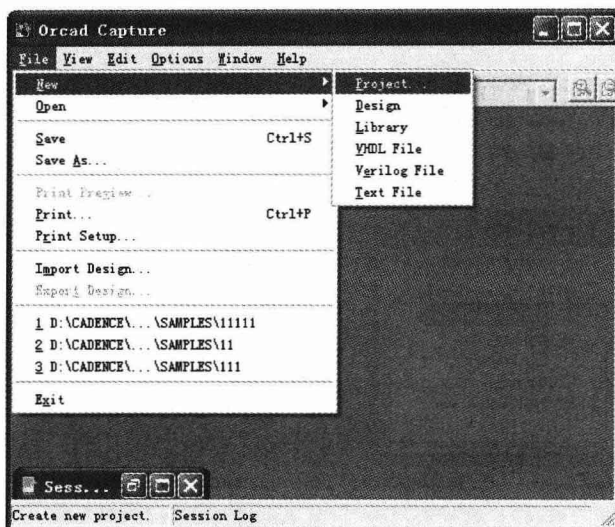
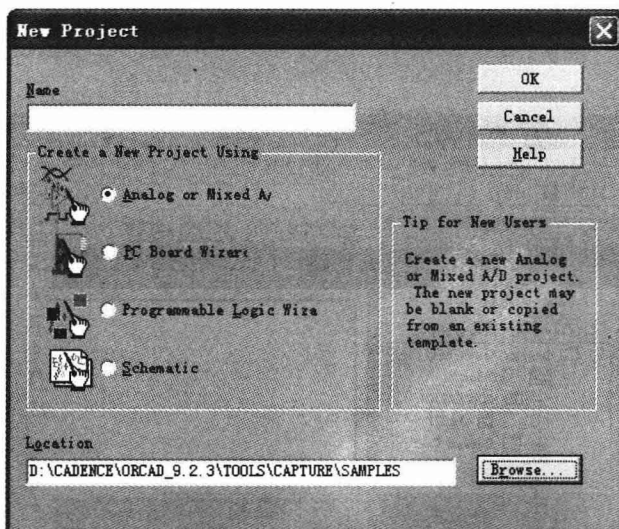
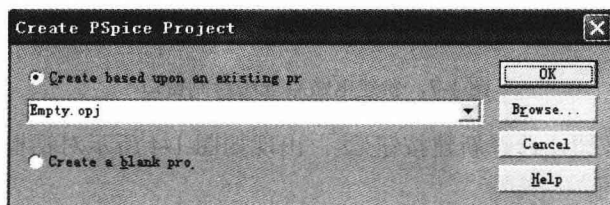

图 1-3 创建新电路图文件的菜单
图 1-4 “New Project”对话框
图 1-5 绘图窗口的选择
(1) 使用菜单。选择菜单“File”→“New”→“Project...”命令,系统会弹出设置工作区域的界面,如图 1-3 所示,进入“New Project”对话框,如图 1-4 所示。
在图 1-4 中的 Name 栏输入要创建项目的名称,Location 栏输入要储存的磁盘文件夹路径。由于目前我们要建立的是 PSpiceA/D 电路图,所以在图 1-4 画面中的 Create a New Project Using 栏内选择“Analog or Mixed-Signal Circuit Wizard”选项→“OK”键,出现如图 1-5 所示的绘图窗口的选择。
(2) 使用快捷键按钮。选择新建按钮 , 出现如图 1-4 所示对话框,其余创建步骤与使用菜单的创建步骤相同。
Capture 启动后的窗口如图 1-3 所示, 先打开一个全新的项目, 选择“File”→“New”→“Project...”或  按钮调出“New Project”设置框, 如图 1-4 所示。
在 Name 栏内输入本章示范电路的项目名称 example, 然后在 Location 栏内输入本项目要储存的磁盘文件夹路径, 选择默认路径 D:\Cadence\Orcad_9.2.3\tools。选择“Create a New Project Using”→“Analog or Mixed-Signal Circuit Wizard”→“OK”, 如图 1-5 所示。